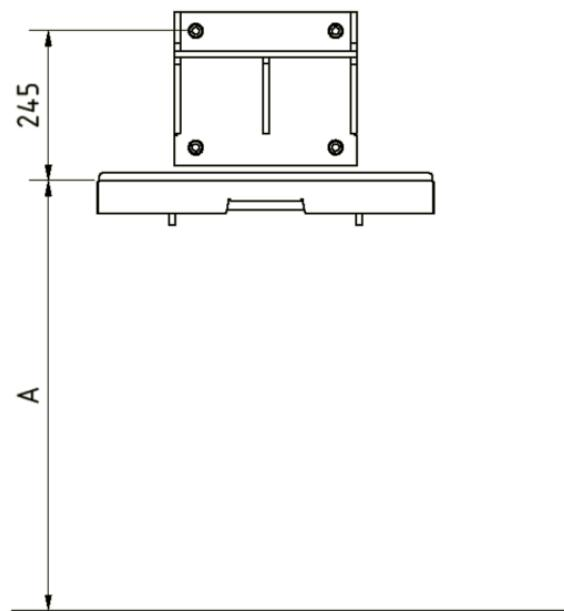

Abbildung 2: Positionierung für gewünschte Montagehöhe
3. Die Montagehöhe (A) ist der Abstand der Lastplatte zum Fertigfußboden (Abbildung 2). Sie kann bedarfsgerecht gewählt werden. Für viele Anwendungsbereiche empfiehlt sich eine Montagehöhe (A) von 700-800mm.